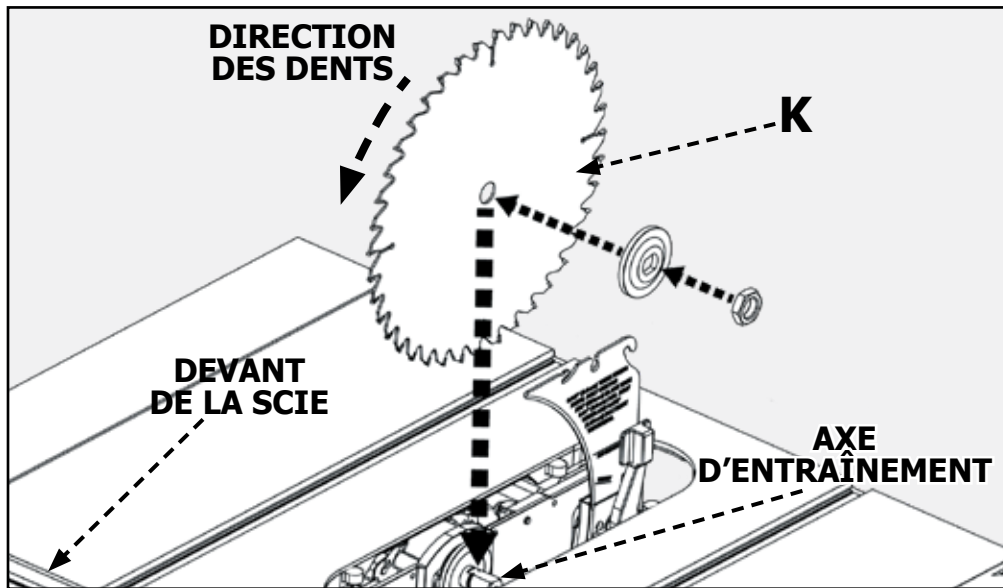

FIGURE 13
Placer la lame (K) sur l'axe d'entraînement avec les dents de la lame tournées vers l'avant de la scie. Placer la rondelle à bride sur l'arbre avec le grand côté de la rondelle contre la lame, puis fixer la lame avec écrou. (Figure 13)